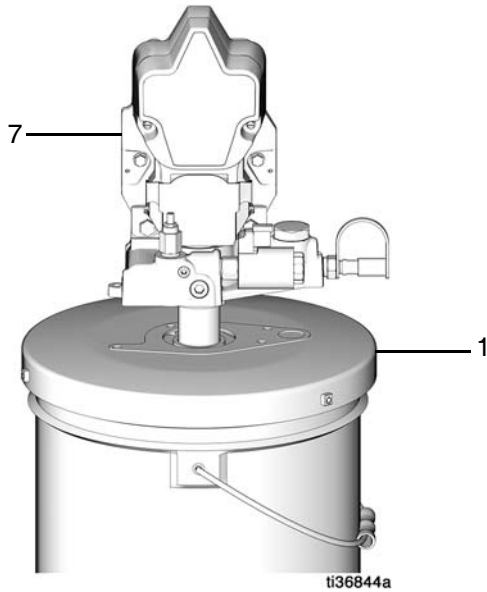

FIG. 8
8. Installer la pompe (7) sur le dessus du couvercle, en la plaçant à travers le joint d'étanchéité et le couvercle de fût (1) (FIG. 8).